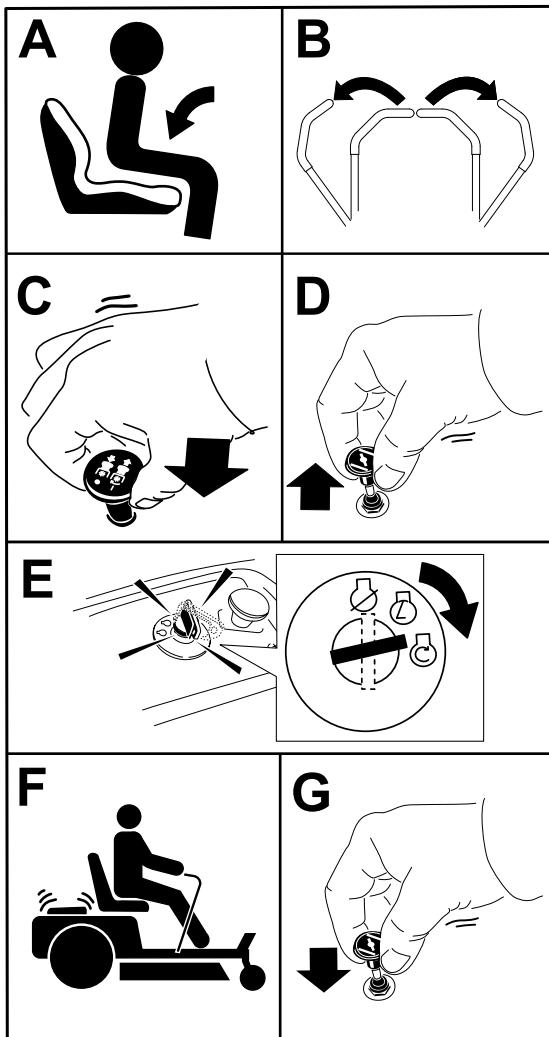

Figura 19
- Desengrane las cuchillas moviendo el mando de control de las cuchillas a la posición de DESENGRANADO (Figura 19).